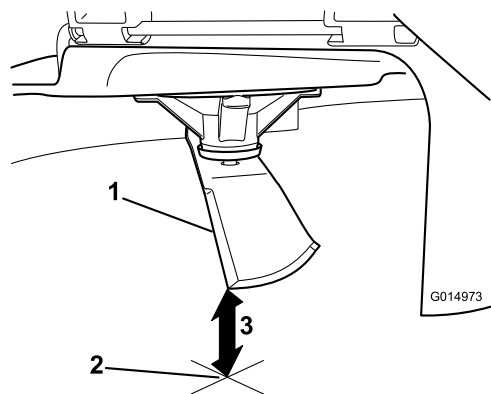

Figura 62
5. Mida desde la punta de la cuchilla hasta la superficie plana (Figura 62).